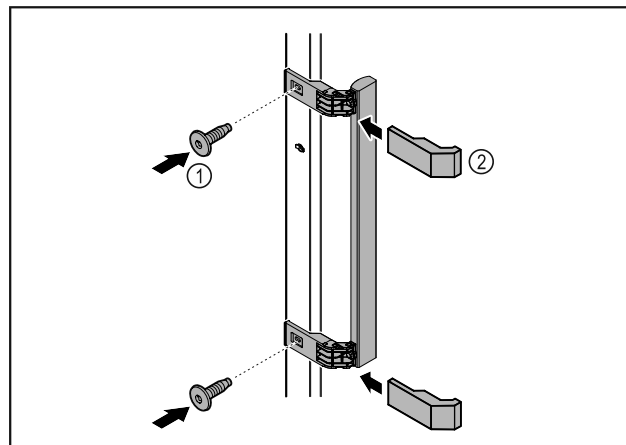

Fig. 3
- ▶ Skru håndtaget i tilbehørspakken fast på døren med de medfølgende skruer Fig. 3 (1).
- ▶ Sæt afdækningen Fig. 3 (2) på.